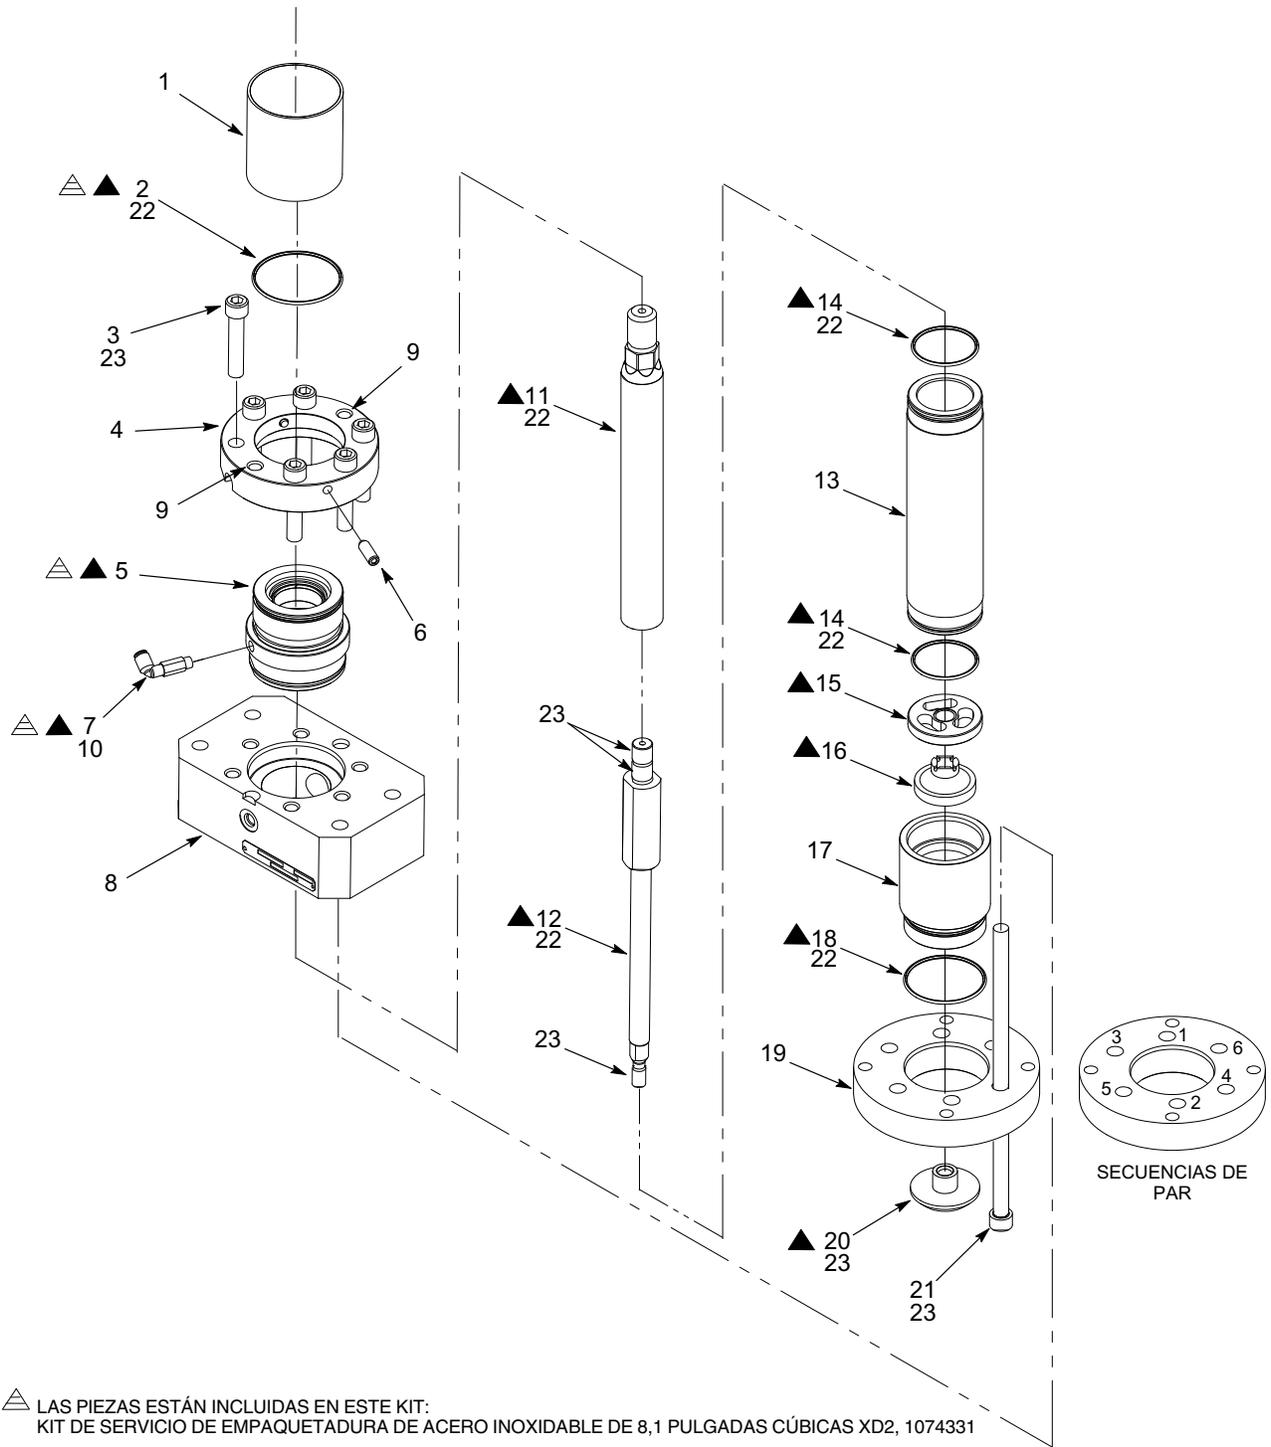

Figura 8 Reparaciones de la sección hidráulica de acero inoxidable
1. Ver la figura 8. Extraer la cámara de disolvente (1) y la junta tórica (2) de la empaquetadura (5). Desechar la junta tórica.
- a. Extraer los tornillos (3) del collar (4). Introducir dos tornillos en los orificios roscados (9), tal y como se indica.
- b. Apretar de manera alterna los tornillos para extraer el conjunto de la empaquetadura del cuerpo de la bomba superior (8).
- c. Soltar los tornillos de ajuste (6) y extraer la empaquetadura (5) del collar (4).
- d. Extraer los racores (7) de la empaquetadura.
3. Extraer el adaptador de pala (20) de la varilla de la pala (12).
4. Extraer los tornillos (21) que fijan el conjunto del cilindro y la carcasa del plato seguidor (19) al cuerpo de la bomba superior (8). Extraer la carcasa del plato seguidor.
5. Extraer la carcasa inferior (17), la junta tórica (18), la placa de comprobación inferior (16) y el separador (15). Desechar la junta tórica.
6. Extraer la carcasa del cilindro (13) del cuerpo de la bomba superior (8). Extraer y desechar las juntas tóricas (14) de la carcasa del cilindro.
7. Extraer la varilla de la pala (12) de la varilla del pistón (11).
1. Ver la figura 8. Aplicar el adhesivo de fijación para roscas (10) a las roscas de los racores (7). Instalar los racores en la empaquetadura (5) y apretarlos de manera fija.
2. Aplicar lubricante Mobil SHC 634 (22) a la junta tórica de la empaquetadura (2) y al D.I. de la empaquetadura (5).
3. Instalar el collar superior (4) en la empaquetadura (5). Apretar los tornillos de ajuste (6) hasta que hagan contacto con la empaquetadura. No apretar en exceso los tornillos de ajuste.
4. Instalar el conjunto de la empaquetadura en el cuerpo (8).
5. Aplicar Never Seez (23) a las roscas de los tornillos (3). Introducir los tornillos en el conjunto de la empaquetadura y apretar a 102-108 N•m (75-80 ft-lb).
6. Aplicar lubricante Mobil SHC 634 (22) a las juntas tóricas de la carcasa del cilindro (14). Instalar las juntas tóricas en la carcasa del cilindro (13). Instalar la carcasa del cilindro en el cuerpo de la bomba superior (8).
- a. Aplicar Never Seez (23) a las roscas superiores y al piloto de la varilla de la pala (12).
- b. Conectar varilla de la pala a la varilla del pistón (11) y apretar a 272-298 N•m (200-220 ft-lb).
- c. Cubrir la varilla del pistón (11) y la varilla de la pala (12) ligeramente con lubricante Mobil SHC 634 (22).
8. Aplicando presión del husillo o presión hidráulica, instalar el conjunto de la varilla del pistón a través de la carcasa del cilindro (13) y de la empaquetadura (5).